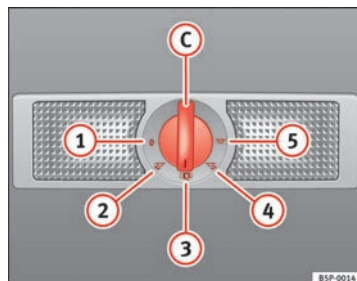

Fig. 82 Ciel de pavillon : plafonnier et lampe de lecture de la partie arrière de l'habitacle.
La commande ⇒ fig. 82 C vous permet de sélectionner les positions suivantes :
Lorsque la commande est en position ⇒ fig. 82 ①, le plafonnier et les lampes de lecture sont éteints.